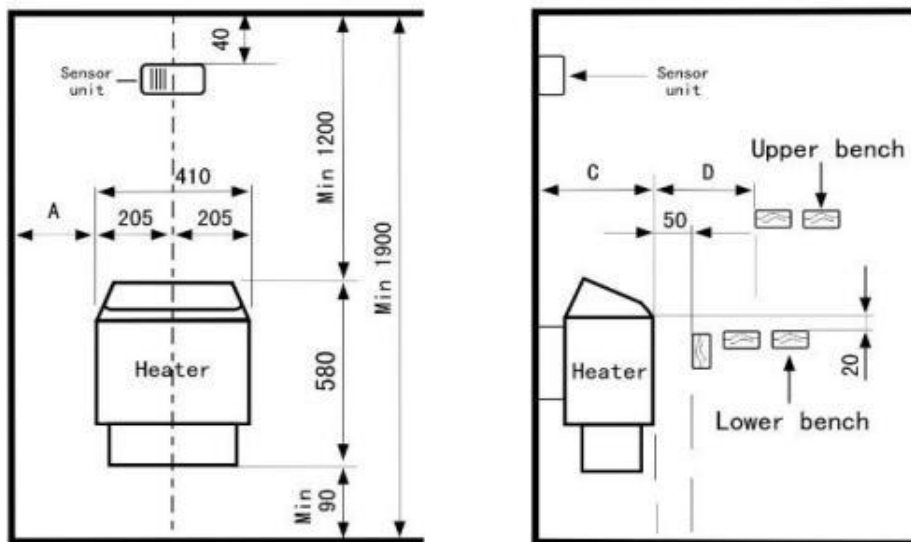
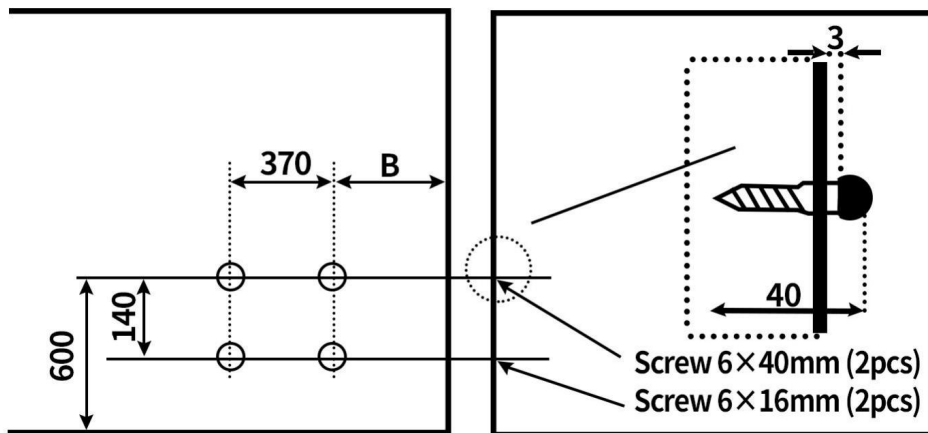

Fig3
Fig4
Le capteur de température et le poêle de sauna doivent être installés conformément aux schémas suivants. (Voir Fig. 3 et Fig. 4)
1. Fixez l'unité de capteur avec des vis au mur directement au-dessus du sauna Poêle à l'intérieur du sauna. Consultez le schéma pour connaître la distance minimale (voir fig. 3).
installation (voir fig. 3), qui est incluse dans le schéma d'installation. Le